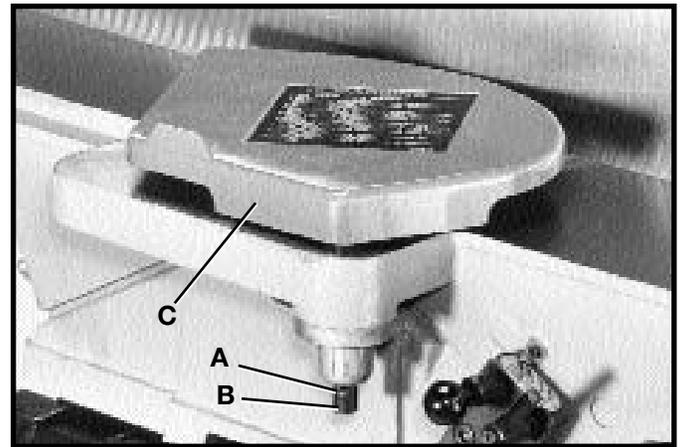

Fig. 24
3. Enrosque el tornillo de fijación (A) Fig. 24, que fue quitado en el **PASO 1**, dentro del poste (B).
4. La Fig. 24 ilustra el protector del cabezal de corte (C) montado a la mesa de alimentación.